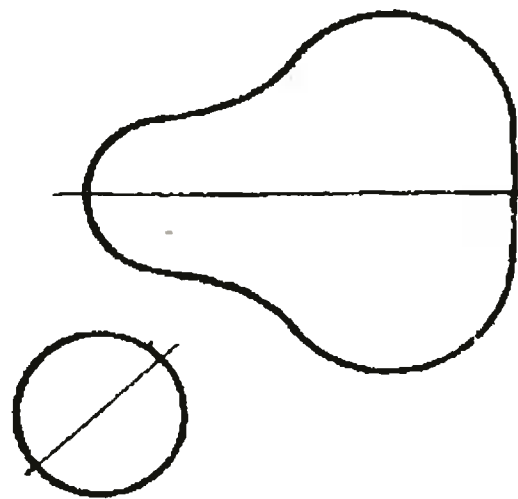

Рис. 9.
**ТИГРЕНОК** (рис. 9). Сначала выточите заготовку в форме груши, а затем распилите ее лобзиком или ножовкой пополам. Голову прикрепите шпилькой или шкантиком так, чтобы она свободно вращалась.